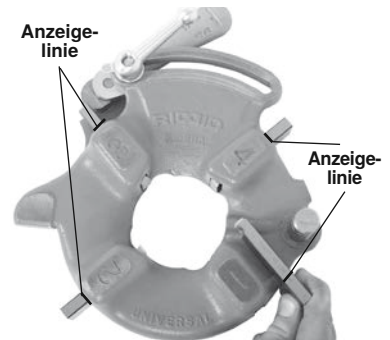

Abbildung 11 – Einsetzen der Schneidbacken
4. Heben Sie die Zunge der Futter- scheibe aus dem Schlitz in der Größenanzeige. Bewegen Sie die Futterscheibe zum Ende des Schlitzes (Abbildung 11).
6. Schieben Sie die entsprechenden Schneidbacken mit der nummerierten Kante nach oben in den Schneidkopf, bis die Anzeigelinie bündig mit der Kante des Schneidkopfes abschließt (siehe Abbildung 11). Die Zahlen auf den Schneidbacken müssen denen an den Schlitten des Schneidkopfes entsprechen. Wechseln Sie die Backen immer im Satz. Vermischen Sie keine Backen verschiedener Sätze.